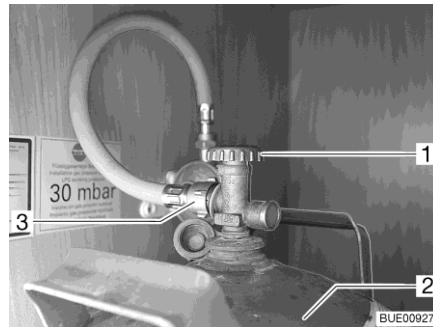

Fig. 177 Compartiment à gaz
- Fermer le robinet principal (Fig. 177,1) de la bouteille de gaz (Fig. 177,2). Observer le sens de la flèche.
- Dévisser la lyre (Fig. 177,3) de sur la bouteille de gaz.